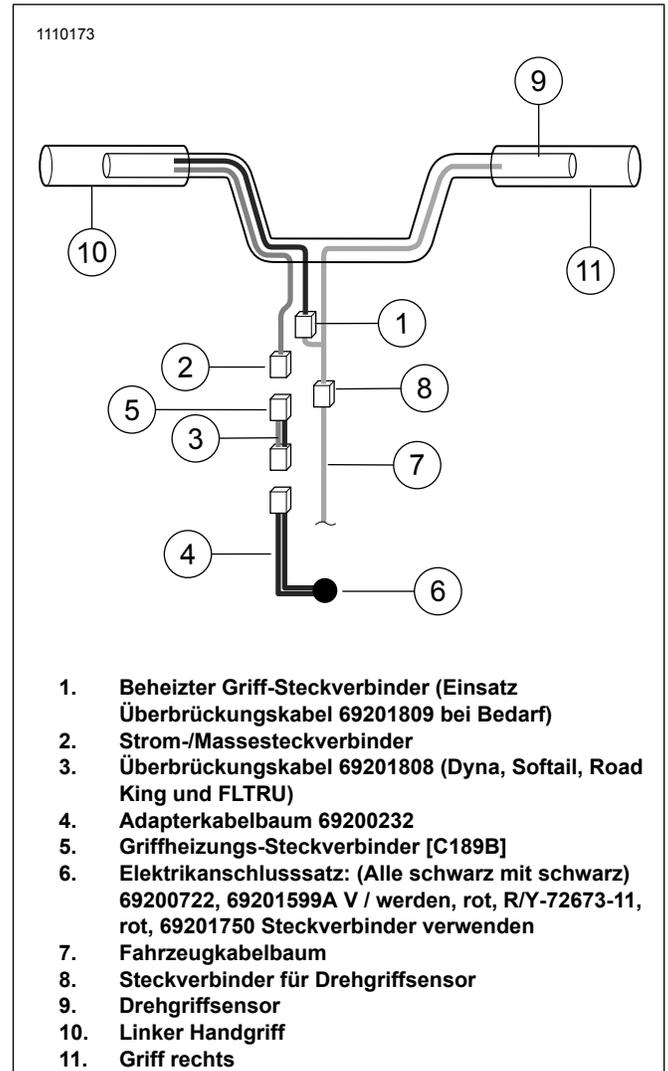

Abbildung 9. Elektrische Anschlüsse
- Siehe Abbildung 9. Die Außenverkleidung entfernen.
- Verbindungskabelbaum der Handgriffheizung (1) von Abbildung 9 am linken Handgriff anschließen.
- Handgriffheizung Leistung/Massekabel (2) vom LH von anschließen Abbildung 9.
3. Verbindungskabelbaum der Handgriffheizung (1) von Abbildung 9 am linken Handgriff anschließen.
- b. Siehe Abbildung 9. Den 2-poligen Steckverbinder des beheizten Handgriffs (2) hinter dem Scheinwerfer am 2-poligen Steckverbinder von 69201750 anschließen. Fügen Sie Überbrückungskabel (3), wenn Ergänzung Länge erforderlich ist.
8. Durchschneiden Sie Überbrückungskabel (4) auf die richtige Länge hoch genug, um verspleißen Satz (6).
9. Kabel abisolieren und mit dem elektrischen Anschlusskabelbaum (7) verspleißen.
11. Installation des Elektrikanschlusssatzes (6) gemäß den Anweisungen im Satz abschließen.